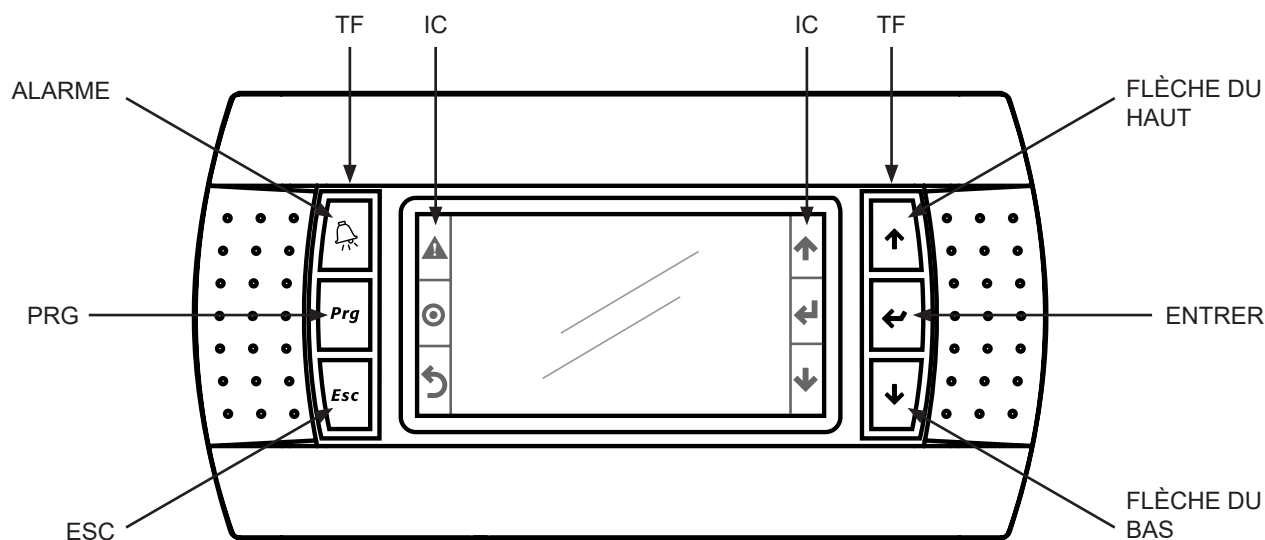

Figure 15
- (1) Compatible uniquement avec les modèles adiabatiques (AVK, AVS, AVW).
- (2) Compatible uniquement avec les modèles "chillbooster". Les modèles "chillbooster" ne font pas l'objet de ce manuel.
9.10 Le panneau à distance (A2) se compose d'un écran central et de touches latérales physiques 3+3: à gauche de l'écran se trouvent les touches "ALARME", "PRG", "ESC", à droite les touches "FLÈCHE VERS LE HAUT", "ENTRER", "FLÈCHE VERS LE BAS". Voir la Figure 15. La fonction des touches TF physiques est explicitée par les icônes IC correspondantes sur l'écran.